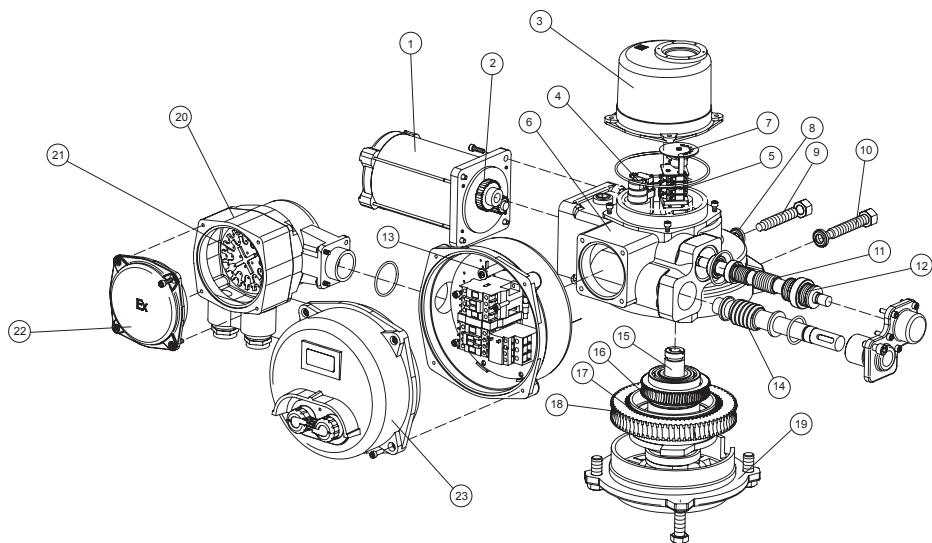
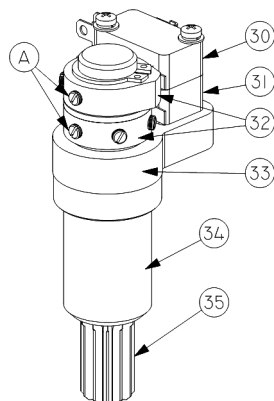
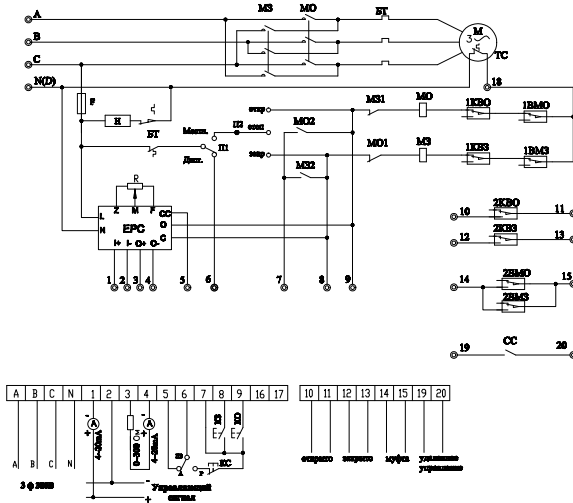

Рис.1 Электропривод ГЗ-ОФВ КСК
Рис.3 Двухсторонняя муфта ограничения крутящего момента
Рис.4 Принципиальная электрическая схема подключения электропривода ГЗ-ОФВ КСК
Электропривод состоит из следующих узлов и деталей (рис. 1): электродвигателя (1), взрывозащищенной клеммной коробки (20-22), силового редуктора, в состав которого входит: червячный редуктор (11,16), червячный редуктор маховика ручного дублера (14, 18) и автоматическая муфта сцепления с планетарной передачей (17), двухсторонней муфты ограничения крутящего момента (моментной муфты) (4), ограничителя хода выходного вала (5), индикатора положения затвора арматуры (7), выходного вала (15), механических упоров открытия и закрытия (9,10) и корпусных деталей.
При достижении предварительно установленной величины крутящего момента в положении ЗАКРЫТО или ОТКРЫТО, либо в случае аварийного заклинивания штока затвора арматуры в промежуточном положении, выходной вал (15) (рис.1) с червячным колесом (16) останавливается, а червячный вал (11), ввинчиваясь в венец червячного колеса (16), вследствие продолжающегося вращения ротора электродвигателя, начинает перемещаться в осевом направлении, сжимая тарельчатые пружины (12). Величина сжатия тарельчатых пружин определена настроенным крутящим моментом моментной муфты. Поступательное движение червячного вала (11) приводит к вращению вала моментной муфты (34) (рис.3). Кулачки (32), расположенные на валу моментной муфты, нажимают кнопки муфтовых микровыключателей (30, 31), размыкая цепь управления питанием электродвигателя электропривода.
Механические упоры (9,10) (рис. 1) применяются для первоначальной настройки конечных положений затвора арматуры ОТКРЫТО и ЗАКРЫТО при ручном управлении. Они также являются аварийной защитой, в случае отказа конечных и муфтовых микровыключателей, электродвигатель отключится блоком тепловой защиты БТ (рис. 4).
3. ЭЛЕКТРИЧЕСКАЯ СХЕМА УПРАВЛЕНИЯ (рис.4)
Для управления электроприводом ГЗ-ОФВ КСК применяется электрическая схема, приведенная на рис.4. При достижении затвором арматуры конечных положений ОТКРЫТО или ЗАКРЫТО, срабатывают концевые микровыключатели 1KV0 или 1KV3, отключая питание электродвигателя. При превышении установленного крутящего момента при открытии или закрытии затвора арматуры, срабатывают муфтовые микровыключатели 1VM0 и 1VM3, отключая питание электродвигателя. Муфтовые микровыключатели 1VM0 и 1VM3 после срабатывания возвращаются в первоначальное положение при вращении вала в обратную сторону.